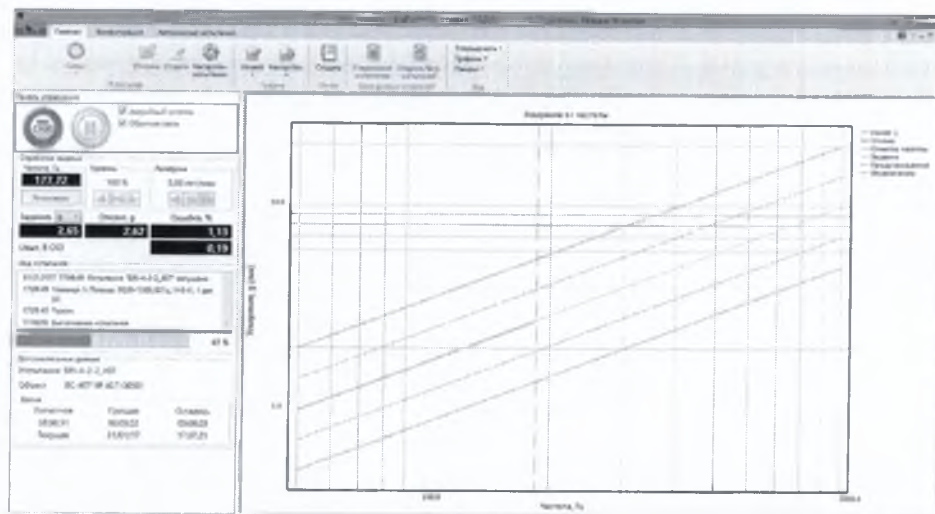

Рисунок 7.2.4
7.2.1.10 В открывшемся окне тестового испытания (рисунок 7.2.4), имитирующего процесс задания испытательного воздействия с разверткой частоты и амплитуды, нажать кнопку «Старт».